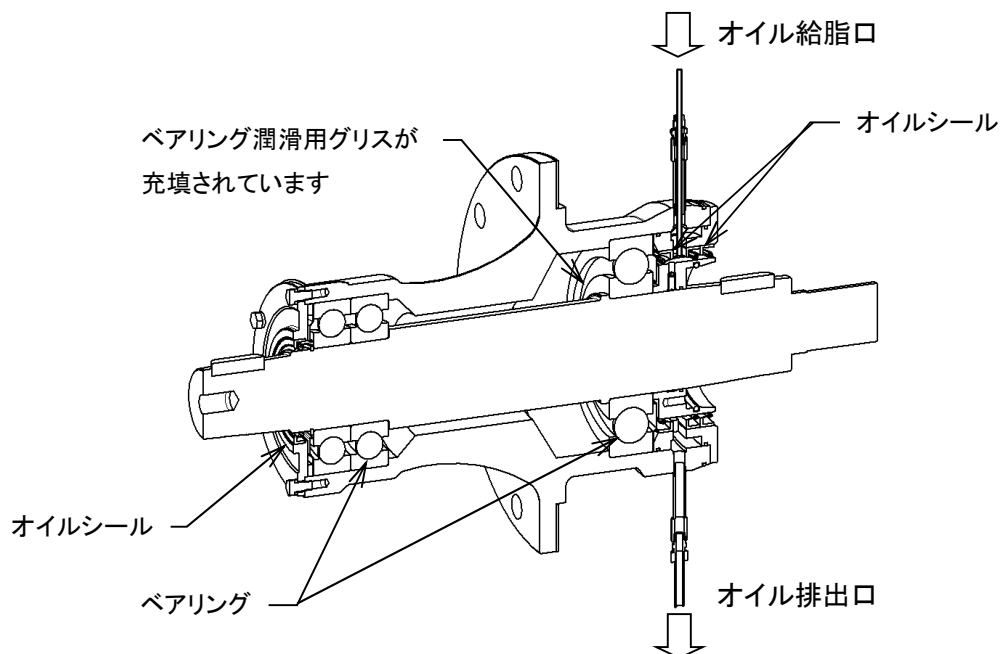

図 8-1
8.3.1 自動給油器 (オートグリス) (図 8-1)
・ オイルはベアリングの為ではなく、オイルシールの保護の為に給脂されています。(図 8-1)